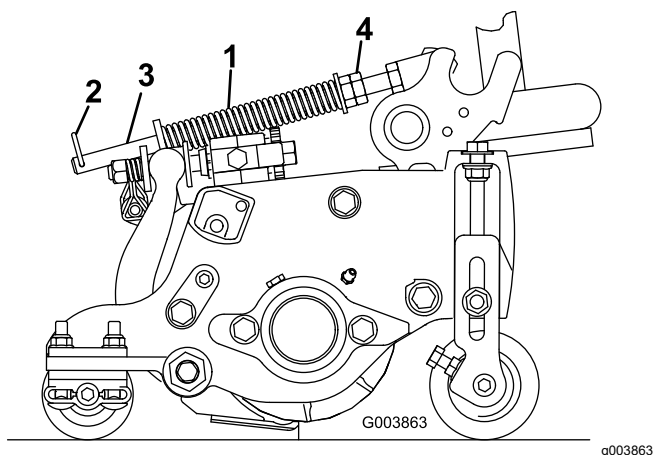

Figura 59
El muelle de compensación del césped (Figura 59) transfiere el peso del rodillo delantero al rodillo trasero. Esto ayuda a reducir el patrón de ondulación en el césped.
1. Asegúrese de que el pasador de horquilla esté instalado en el taladro trasero en la varilla del muelle (Figura 59).
- Apriete las tuercas hexagonales del extremo delantero de la varilla del muelle hasta que la longitud comprimida del muelle sea de 15,9 cm; consulte Figura 59.